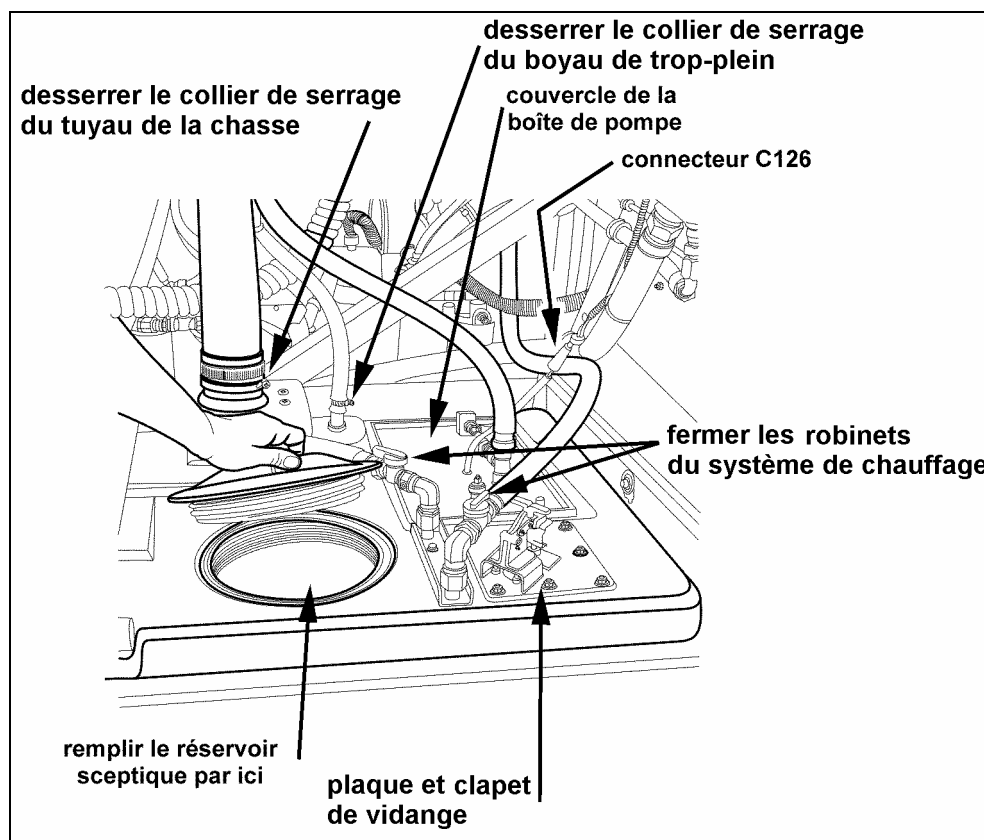
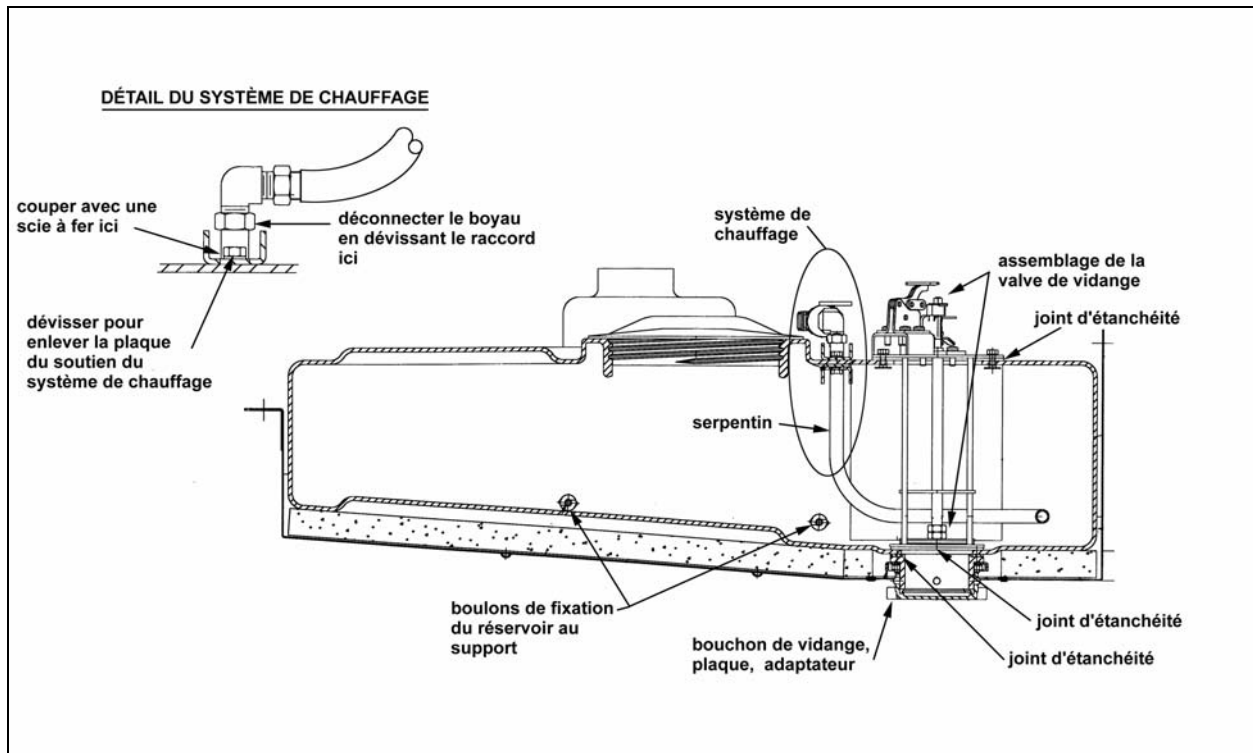
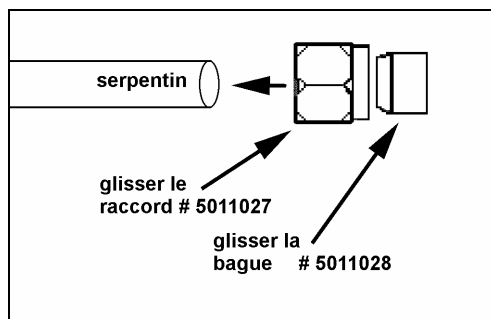
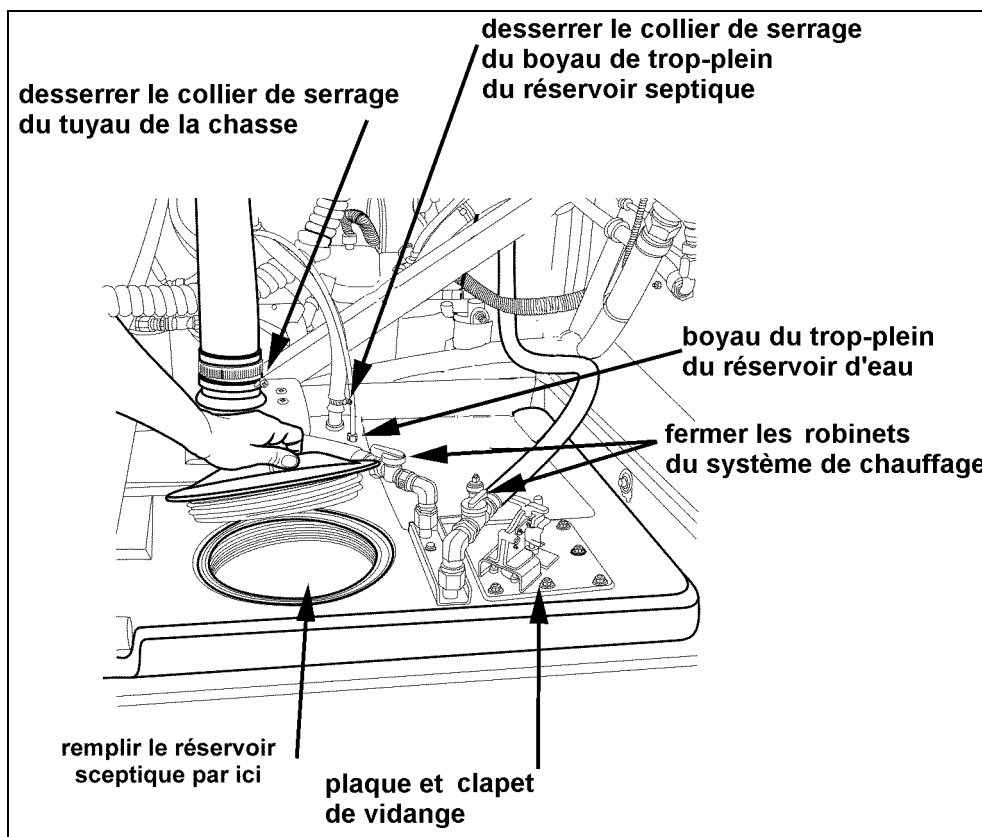

FIGURE 3 : RÉSERVOIR SEPTIQUE ET COMPOSANTES
FIGURE 4 : VUE EN COUPE DU RÉSERVOIR SEPTIQUE (H3) ET RÉSERVOIR SEPTIQUE AU-XILIAIRE (XL)
FIGURE 7 : INSTALLATION DU RACCORD SUR LE SERPENTIN
FIGURE 9 : RÉSERVOIR SEPTIQUE AUXILIAIRE ET COMPOSANTES
6. Dans le compartiment d'accès au côté droit du moteur, débrancher le connecteur C126 pour l'alimentation électrique de la pompe (figure 3).
7. Avec une clé 10mm, dévisser les boulons de fixation sur le couvercle de la boîte de pompe (figure 3).
9. Sous le véhicule, localiser le bouchon de vidange du réservoir. Dévisser les 4 écrous et enlever la plaque, l'adaptateur de fermeture et le joint d'étanchéité (figure 4).
10. Dans le compartiment d'accès au côté droit du moteur, déboulonner la plaque du clapet de vidange (figure 3) et retirer le tout du réservoir septique. Assurez-vous d'avoir le joint d'étanchéité (figure 4) à la base de l'assemblage car celui-ci peut être resté au fond du réservoir.
11. Fermer les robinets du système de chauffage (option) du réservoir septique (figure 3).
12. Retirer les boyaux du système de chauffage (option) en dévissant les raccords (figure 4).
13. Desserrer le collier de serrage du tuyau de la chasse et retirer le tuyau du raccord (figure 3).
14. Desserrer les colliers de serrage du boyau de trop-plein et retirer le boyau (figure 3).
16. Retirer le réservoir septique du support en dévissant les 4 boulons situés sur les côtés (figure 4).
19. Dévisser les vis de la plaque de soutien du système de chauffage (figure 4). Avec une scie à fer, couper le serpentin du système de chauffage (figure 4) et retirer le système du réservoir septique.
25. Réinstaller le tuyau de la chasse sur le raccord du nouveau réservoir et serrer le colliers de serrage (figure 3).
26. Raccorder le boyau de trop-plein sur le nouveau réservoir septique et serrer le collier de serrage (figure 3).
28. Réinstaller le serpentin du système de chauffage sur le nouveau réservoir septique auxiliaire (figure 4).
29. Rebrancher le connecteur C126 pour l'alimentation électrique de la pompe (figure 4).
30. Glisser les raccords # 5011027 et les bagues # 5011028 sur le serpentin du système de chauffage (figure 7). Reconnecter les boyaux du système de chauffage (option) aux raccords du serpentin (figure 4).
31. Réinstaller le clapet de vidange (figure 4) sur le nouveau réservoir septique. Assurez-vous de bien placer le joint d'étanchéité (figure 4) à la base de l'assemblage. Sous le véhicule, replacer le joint d'étanchéité, l'adaptateur de fermeture et la plaque. Resserrer les 4 écrous sous le véhicule.
6. Sous le véhicule, localiser le bouchon de vidange du réservoir septique auxiliaire. Dévisser les 4 écrous et enlever la plaque, l'adaptateur de fermeture et le joint d'étanchéité (figure 4).
7. Dans le compartiment d'accès au côté droit du moteur, déboulonner la plaque du clapet de vidange (figure 9) et retirer le tout du réservoir septique auxiliaire. Assurez-vous d'avoir le joint d'étanchéité (figure 4) à la base de l'assemblage car celui-ci peut être resté au fond du réservoir.
8. Fermer les robinets du système de chauffage (option) du réservoir septique auxiliaire (figure 9).
9. Retirer les boyaux du système de chauffage (option) en dévissant les raccords (figure 4).
10. Desserrer le collier de serrage du tuyau de la chasse et retirer le tuyau du raccord (figure 9).
11. Desserrer les colliers de serrage du boyau de trop-plein du réservoir septique et retirer le boyau (figure 9).
12. Dévisser le raccord du boyau de trop-plein du réservoir d'eau (figure 9).
14. Retirer le réservoir septique auxiliaire du support en dévissant les 4 boulons situés sur les côtés (figure 4).
16. Dévisser les vis de la plaque de soutien du système de chauffage (figure 4). Avec une scie à fer, couper le serpentin du système de chauffage (figure 4) et retirer le système du réservoir septique auxiliaire.
18. Réinstaller le serpentin du système de chauffage sur le nouveau réservoir septique auxiliaire (figure 4).
22. Réinstaller le tuyau de la chasse sur le raccord du nouveau réservoir et serrer le colliers de serrage (figure 9).
23. Raccorder le boyau de trop-plein du réservoir septique sur le nouveau réservoir septique auxiliaire et serrer le collier de serrage. Raccorder aussi le boyau de trop-plein du réservoir d'eau (figure 9).
24. Glisser les raccords # 5011027 et les bagues # 5011028 sur le serpentin du système de chauffage (figure 7). Reconnecter les boyaux du système de chauffage (option) aux raccords du serpentin (figure 4).
25. Réinstaller le clapet de vidange (figure 4) sur le nouveau réservoir septique auxiliaire. Assurez-vous de bien placer le joint d'étanchéité (figure 4) à la base de l'assemblage. Sous le véhicule, replacer le joint d'étanchéité, l'adaptateur de fermeture et la plaque. Resserrer les 4 écrous sous le véhicule.